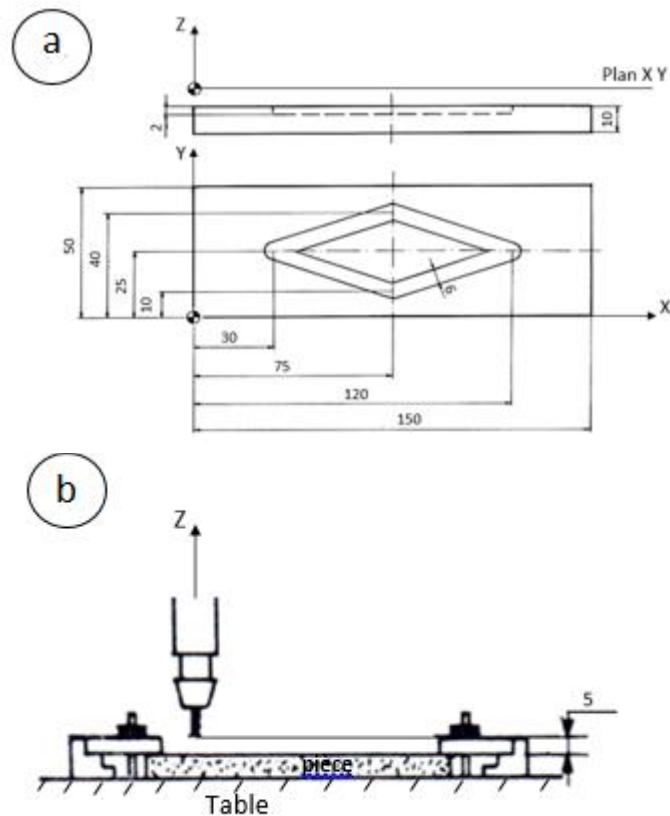

Figure 9. Réalisation d'une opération de fraisage ;
- **Exemple 1-** Réalisation d'une rainure par fraisage (figure 9).